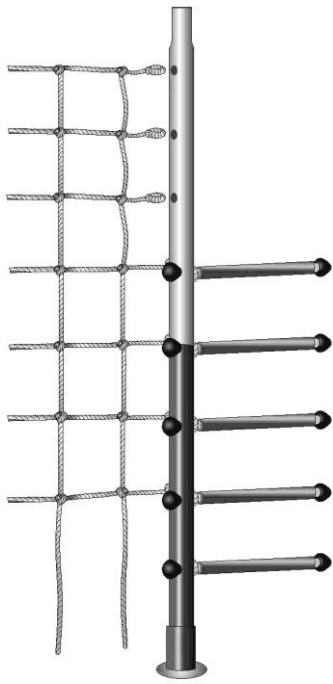

Рис.1
6.2.2. При сборке лестницы предварительно закрепить пять ступенек на одну стойку. Рисунок 1.
6.2.3. На четыре ступеньки лестницы начиная со второй ступеньки снизу продеть петли сетки. Рисунок 1.